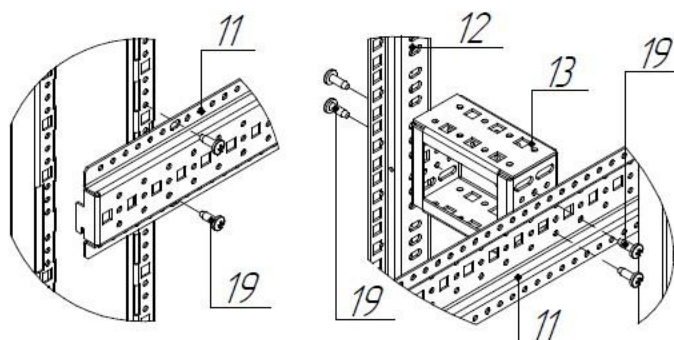

Рисунок 3. Установка монтажных элементов
1. Устанавливаем **Профили горизонтальные (11)** на **Рамы** (Рисунок 3), используя для крепления **Саморезы 5,5×13 (19)**, по 4 шт. на профиль.
2. **Профили вертикальные 19"** (12) устанавливаются на **Профили горизонтальные** на необходимое расстояние друг от друга. Их крепление осуществляется с помощью **Саморезов 5,5×13 (19)**.
3. Для шкафов шириной 800 мм, следует установить **Крепления 19"** **монтажных профилей (13)** на **Профили горизонтальные**, а уже на данные крепления установить **Профили вертикальные 19"** (Рисунок 3). Установка **Креплений 19"** **монтажных профилей** осуществляется с помощью **Саморезов 5,5×13 (19)**.